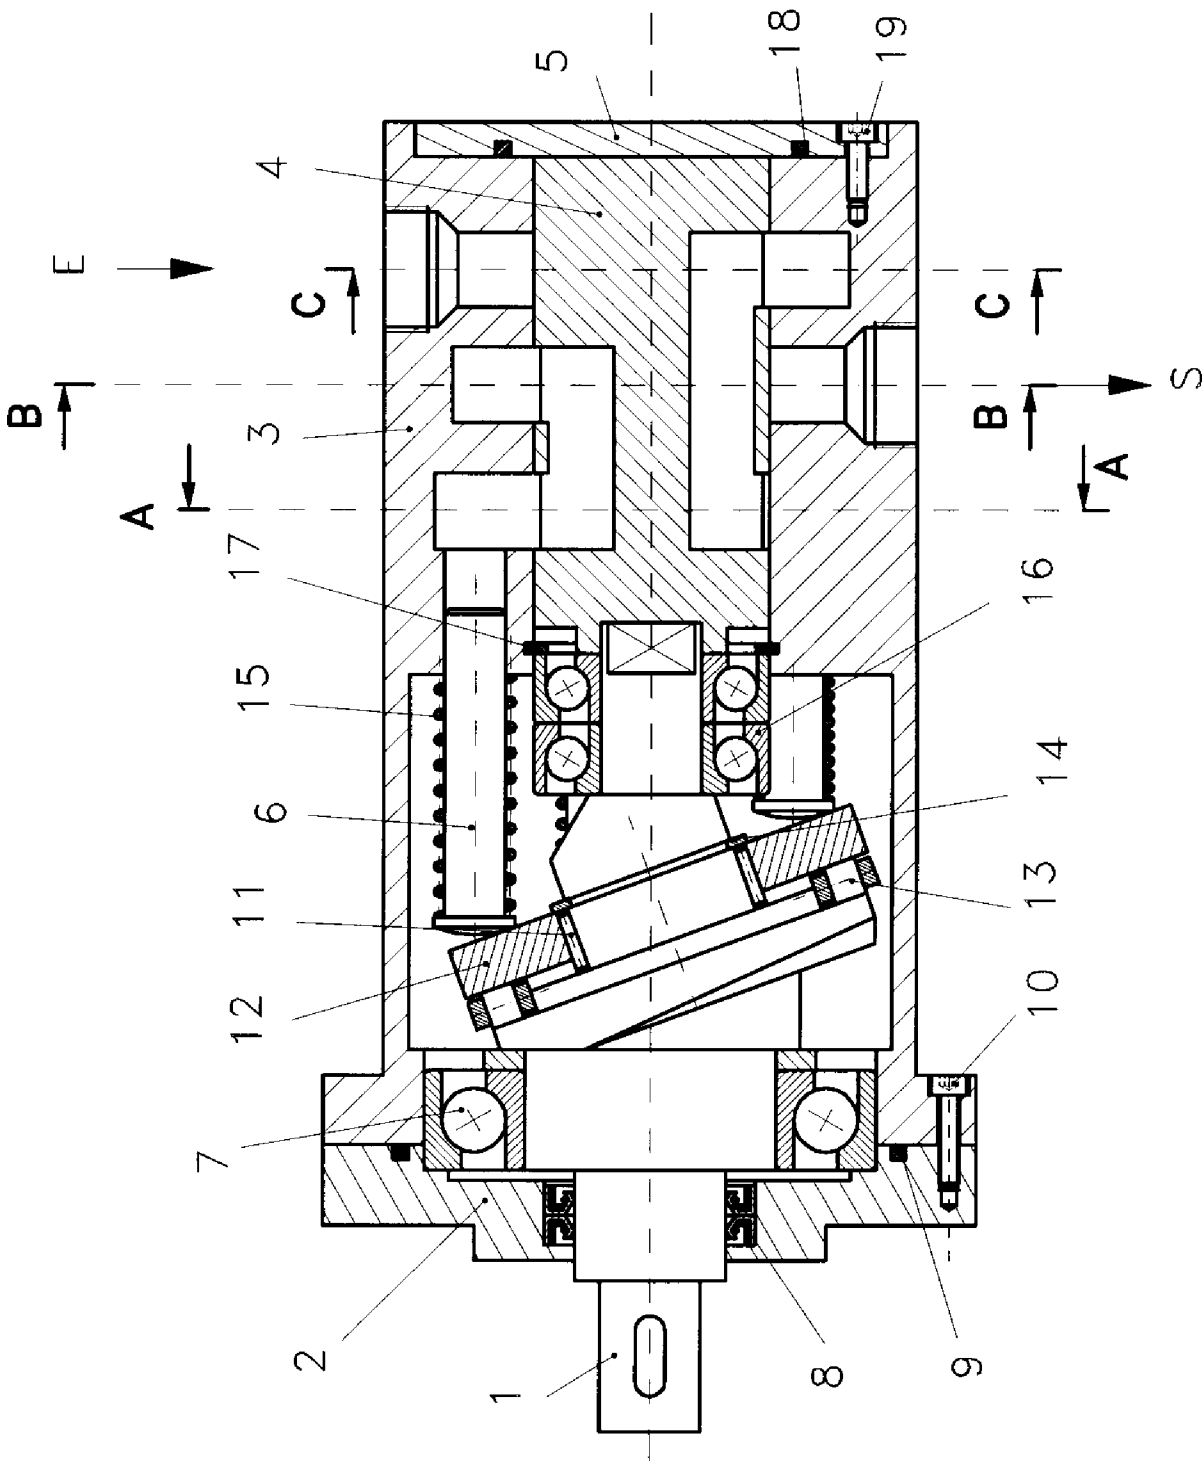
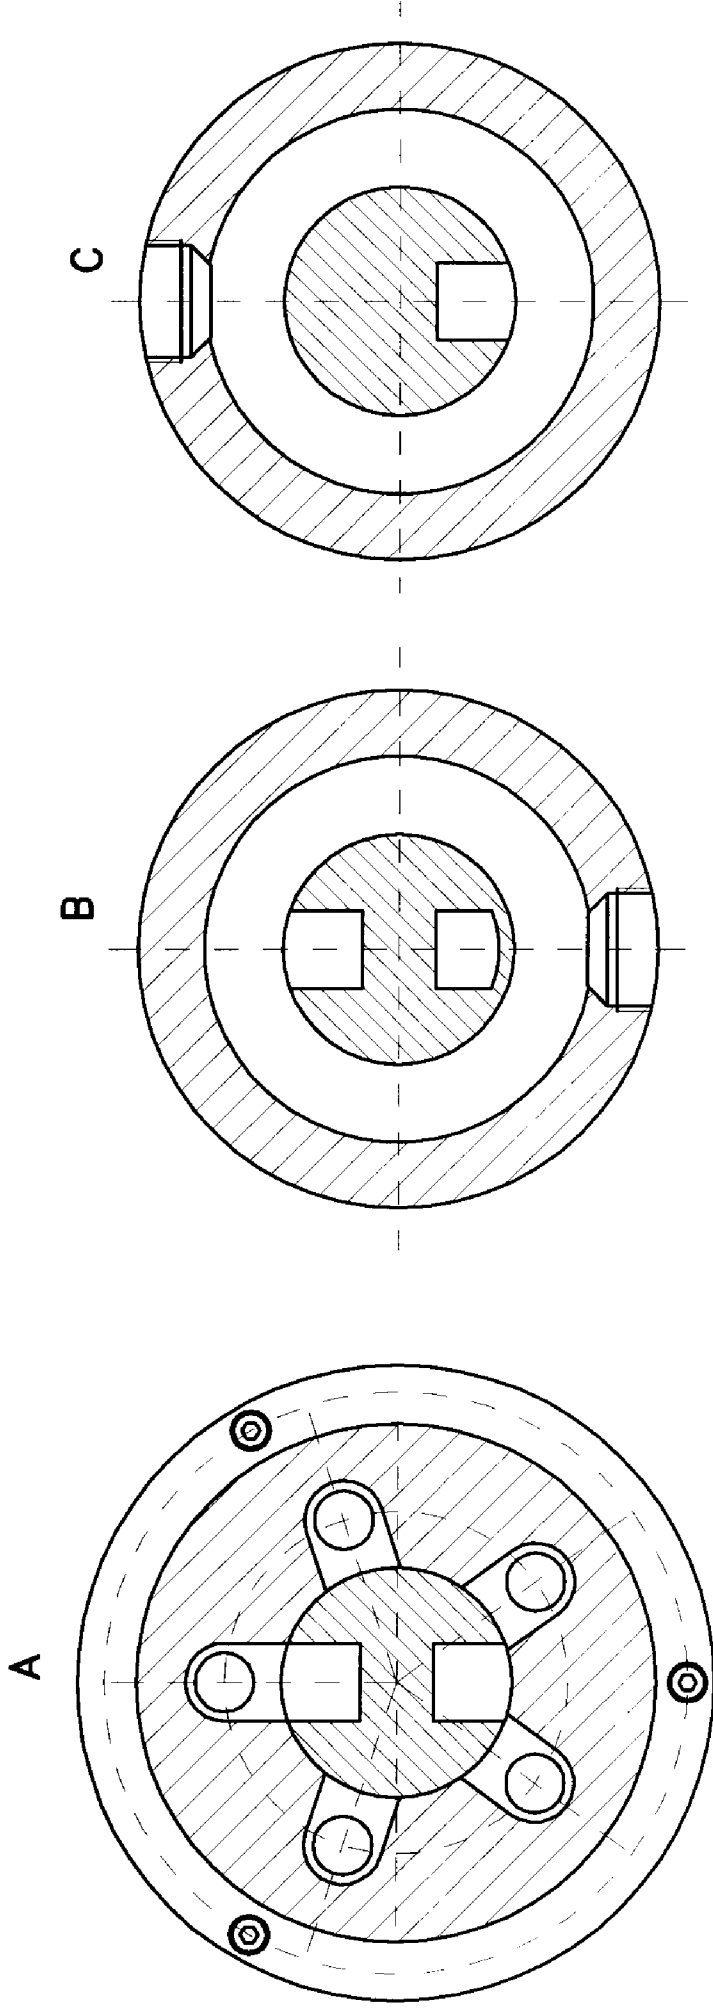

Figura A.1
Figura A.2. Secciones.
1.- Dada la Figura A.1 y Figura A.2. Secciones (notar la sección A), donde se proporciona una bomba axial de pistones **a escala 3:4**, que transforma el movimiento axial del eje en un flujo de aceite de entrada por E y salida por S, se pide: